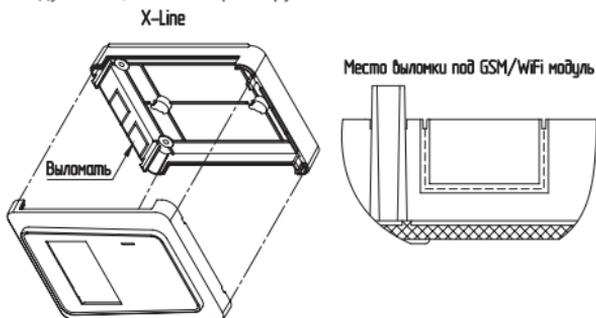

Рис.1 Подключение модуля GSM/WiFi к платам управления котлов X-Line
4. Выломать соответствующую заглушку (**см.Рис.1**) на нижней части контроллера;
5. Установить SIM-карту (**Рис.1, поз.4**) в модуль GSM/WiFi до упора, как показано на **Рис.1** и на наклейке модуля GSM/WiFi;
6. Подключить плату управления модуля GSM/WiFi (**Рис.1, поз.2**) к контроллеру X-Line при помощи кабеля (**Рис.1, поз.5**) к разъёму X3 контроллера как показано на **Рис.1**;
7. Подключить антенну (**Рис.1, поз.3**) в соответствующий разъём (**Рис.1, поз.7**);
8. Установить модуль GSM/WiFi (**Рис.1, поз.2**) на контроллер в соответствии с **Рис.1**, зафиксировав его крепежами (**Рис.1, поз.6**);